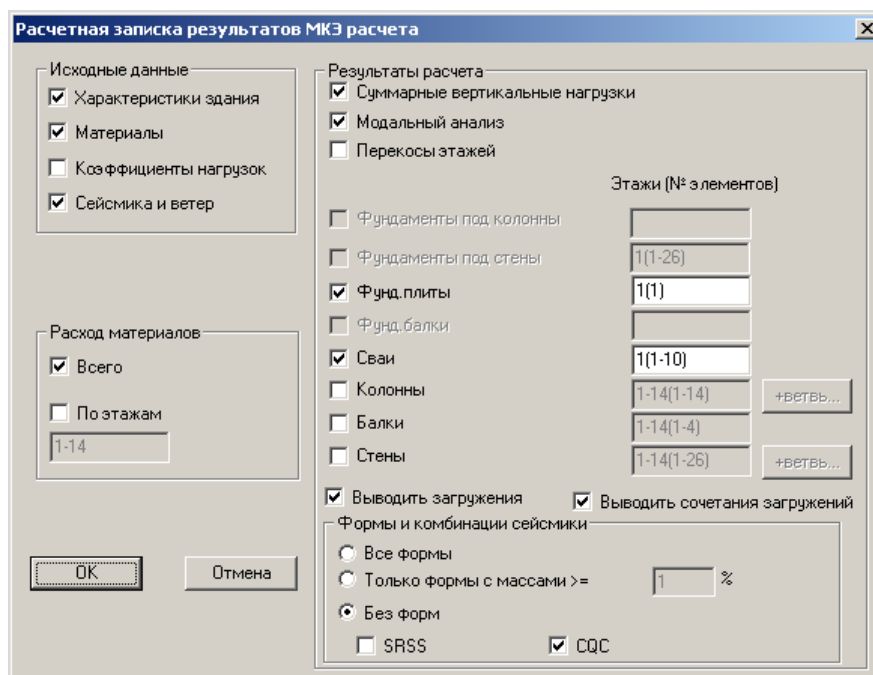

Рис.1.27.7. Окно диалога **Расчетная записка результатов МКЭ расчета**
- В открывшемся окне диалога Расчетная записка результатов МКЭ расчета (рис.1.27.7) выполните следующие действия: